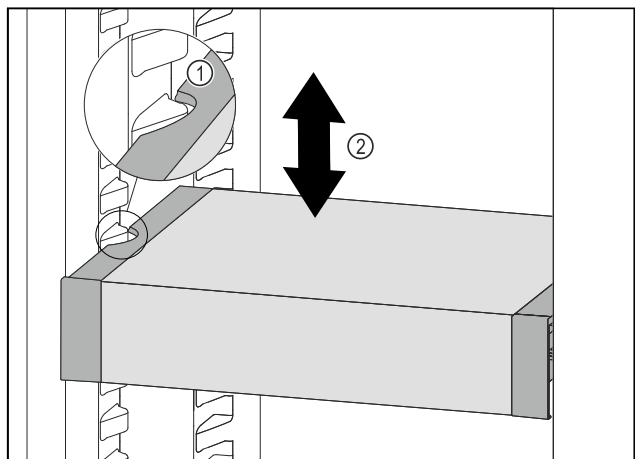

Fig. 143
- Изтеглете VarioSafe напред, докато страничните прорези на VarioSafe се намират на височината на реброто на съда в хладилната част. Fig. 143 (1)
- Преместете VarioSafe нагоре или надолу в хладилната част, докато се достигне желаната височина. Fig. 143 (2)